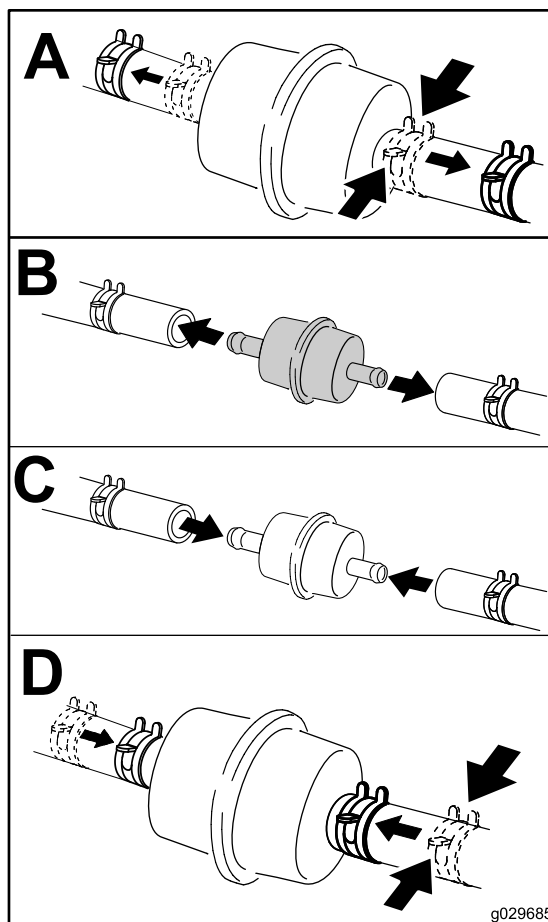

Figura 66
4. Cambie el filtro de combustible (Figura 66).